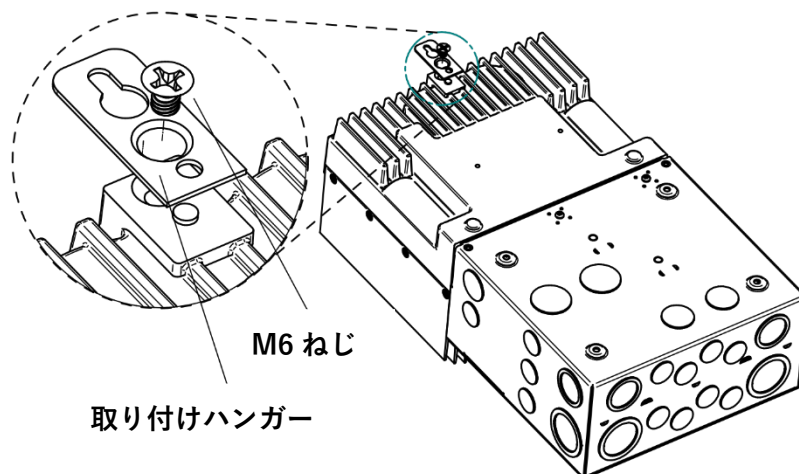

図 3.10 取り付けハンガーの取り付け
1. 付属の取り付けハンガーを図 3.10 に示されたように M6 ねじを使って TriStar MPPT 600V 本体底部に取り付けます。